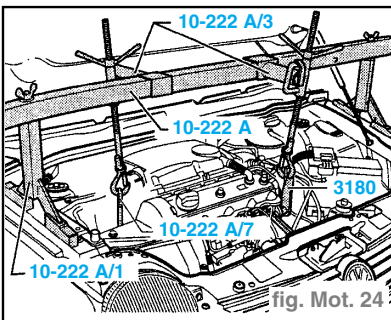

fig. Mot. 24
- Mettre en place le dispositif de maintien 10-222 A comme indiqué ci-contre et soutenir le moteur dans la position de montage (fig. Mot. 24).